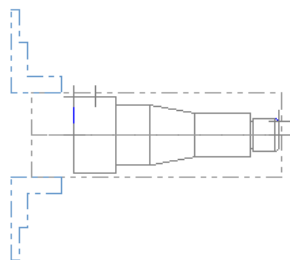

图 8.2.9 预览夹爪形状和位置
Step6. 设置图 8.2.8 所示的参数，单击 **预览车床边界** 按钮查看夹爪，结果如图 8.2.9 所示。按 **Enter** 键，然后在“机床组件管理器 - 卡爪”对话框中单击 **✓** 按钮，系统返回到“机床群组属性”对话框。